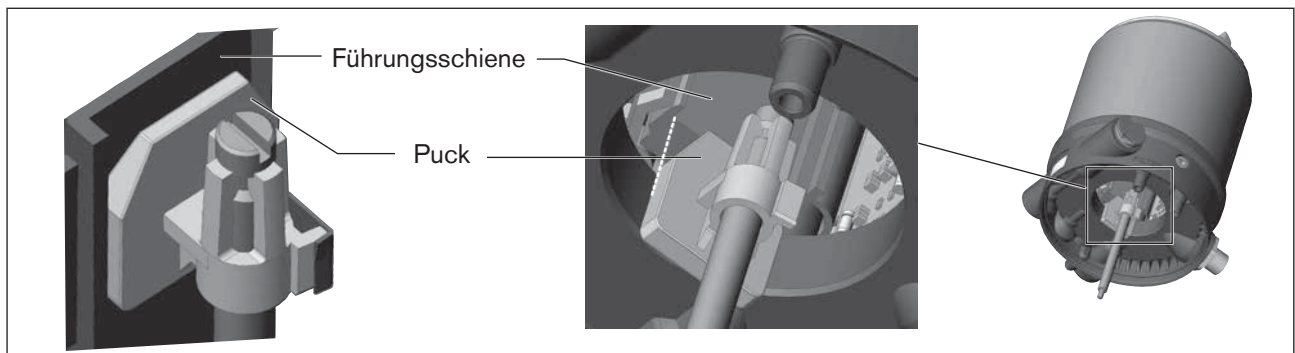

Bild 9: Ausrichten des Pucks
1. der Puck in die Führungsschiene des Steuerkopfs (siehe „Bild 9“) und